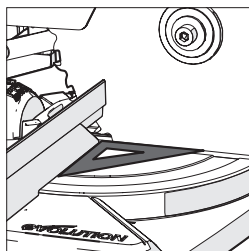

Fig. 13
- Posizionare la squadra sul banco con un bordo accostato alla battuta e l'altro lato corto contro la lama (evitando le punte TCT dei denti della lama) (**Fig. 13**).